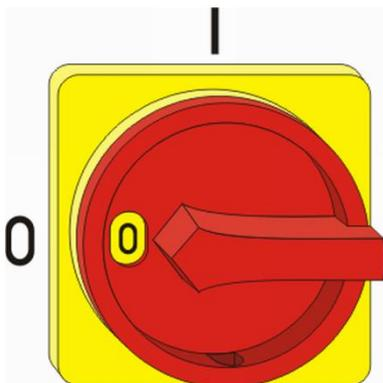

Abb. 46: Hauptschalter
1. Hauptschalter am Steuergerät in Stellung "0" (Abb. 46) drehen.